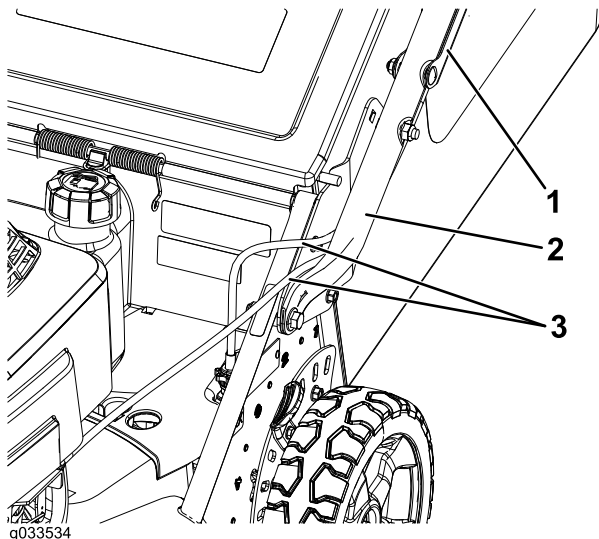

Figura 4
4. Amplasai cablurile de comandă între punte i mâner pentru a le proteja împotriva deteriorării (Figura 4).